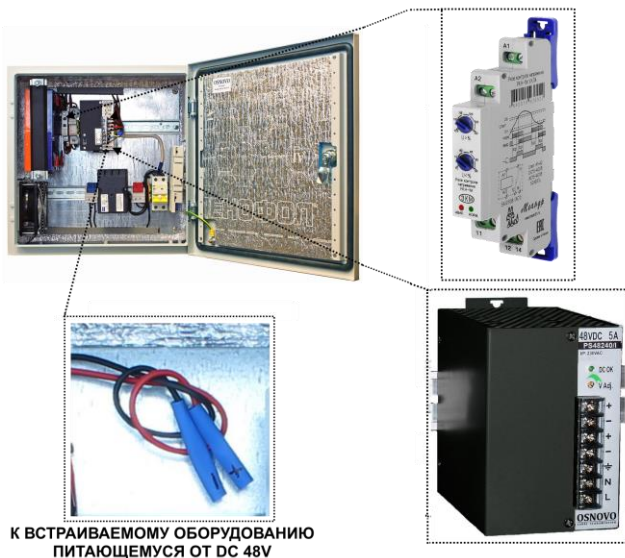

Рис.5 Точка подключения оборудования к 48V для моделей уличных станций с установленным БП и резервным питанием на примере модели OS-44VB1
Точкой подключения встраиваемого оборудования, питающегося от DC 48V (коммутатора и тд) является плюсовой выход (14) с реле контроля напряжения и минусовой выход (V-) с блока питания. Данная точка 48V постоянного тока уже выведена отдельными проводами с маркировкой «+» и «-» и готова к подключению (рис.5)